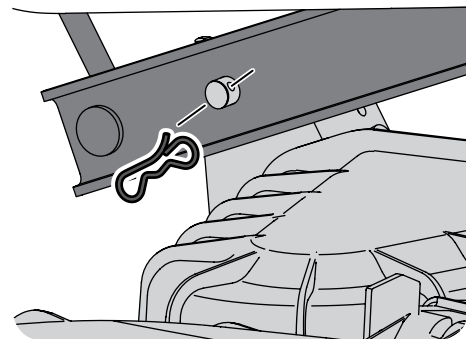

Figura 4-4
11. Olhando para o deck pelo lado esquerdo do trator, localize o grampo do lado traseiro esquerdo do deck. Consulte Figura 4-4.
12. Remova o grampo e deslize o grampo do deck para fora do braço de elevação do deck. Consulte Figura 4-4.